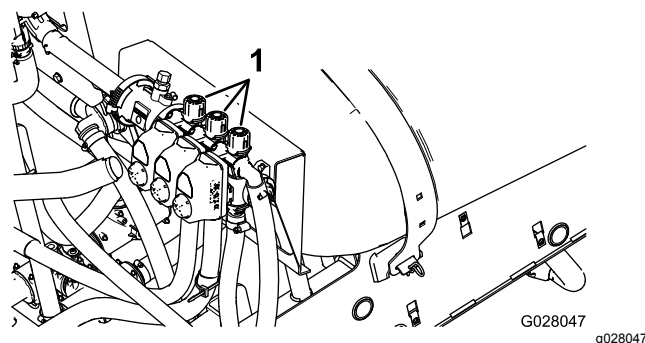

Figura 84
10. Desactive el brazo izquierdo y ajuste la válvula de desvío del brazo (Figura 84) hasta que la presión marcada coincida con el nivel previamente ajustado (típicamente 2,75 bar).
12. Ajuste la válvula de desvío del brazo derecho (Figura 84) hasta que la presión marcada está en el nivel previamente ajustado (típicamente 2,75 bar).
14. Ajuste la válvula de desvío del brazo central (Figura 84) hasta que la presión marcada está en el nivel previamente ajustado (típicamente 2,75 bar).